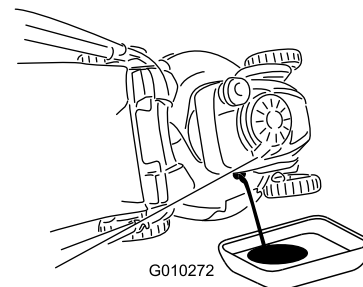

Bild 45
4. Kippen Sie die Maschine seitlich (Luftfilter nach oben), um das Altöl aus dem Öleinfüllstutzen abzulassen (Bild 45).